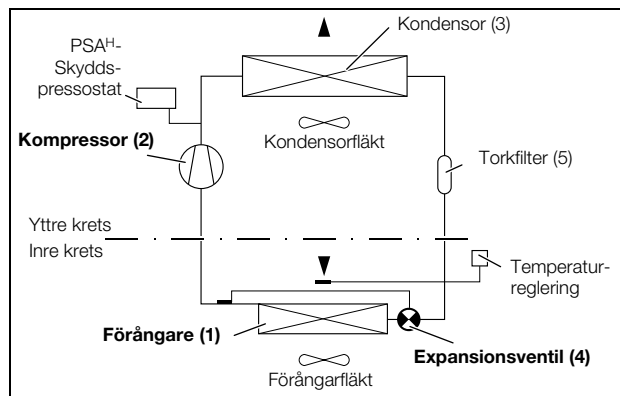

Bild 3: Kylkrets
Kylaggregatet (kompressionskylanläggning) består av fyra huvudkomponenter (jmf. bild 3): förångare (1), köldmediekompressor (2), kondensor (3) och styr- resp. expansionsventil (4), som är förbundna med rörledningar. Denna krets är fylld med köldmediet R134a. Köldmediet R134a (CH_2FCF_3) är klorfritt. Dess ozonförstörande potential är 0.